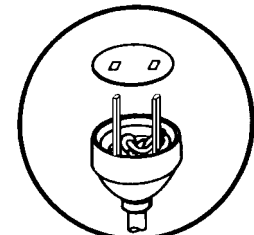

Fig. 11
11. Place insulation cover back over the plug (Fig. 11).
11. Ponga la cubierta sobre la toma (Fig. 11).